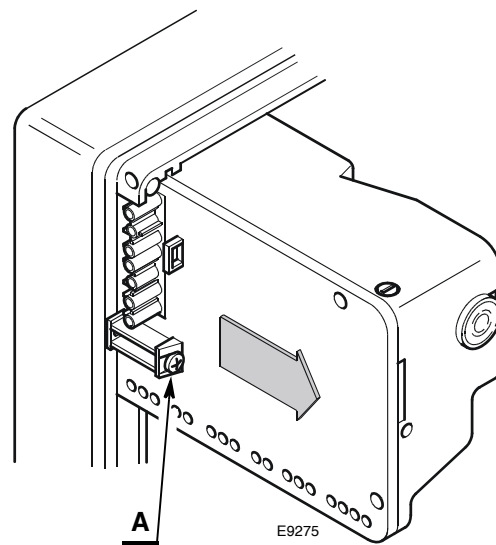

Fig. 15
- desconectar todos los conectores conectados a ella, el conector macho de 7 contactos, los cables de alta tensión y el cable de tierra (TB);
- desenroscar el tornillo **A** (Fig. 15) y tirar de la caja de control en el sentido de la flecha.